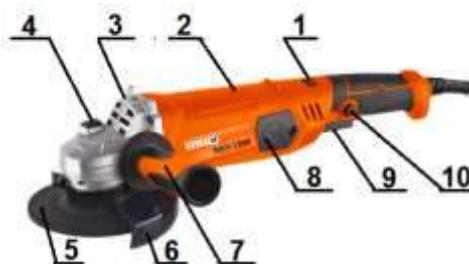

Рис. 1. Общий вид БШУ-1300
4.2.1. При нажатии клавиши выключателя(9), см.рис.1, происходит включение электродвигателя. Крутящий момент от электродвигателя передается через одноступенчатый редуктор на шпиндель машины.
4.2.2 Поворотом колёсика регулятора оборотов (1), см.рис.1, выбирается нужный скоростной режим в пределах 3000-11000 об/мин
4.2.3. Фиксация шпинделя осуществляется нажатием и удерживанием в нажатом положении кнопки фиксатора (4),см.рис.1.
4.3. Внешний вид машины представлен на рис. 1.
7.3. Установить на выключенном машине шлифовальный или отрезной круг. Для этого нажать на кнопку фиксации шпинделя (4), см.рис.1, и поворачивать рабочий диск (5) до тех пор, пока рабочий вал не зафиксируется. Во время этой процедуры продолжать нажимать стопор.